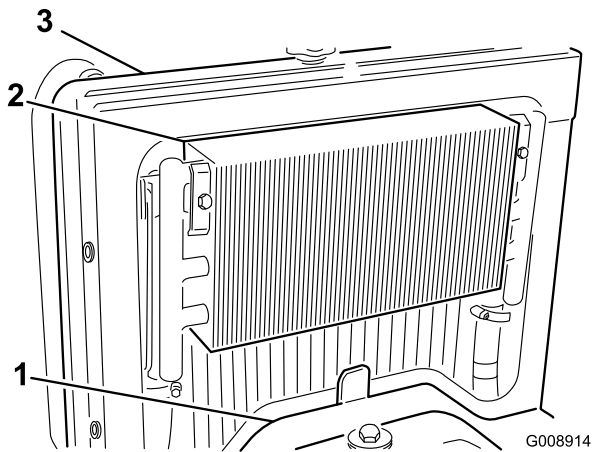

Figura 50
2. Togliete il pannello di accesso (Figura 50).